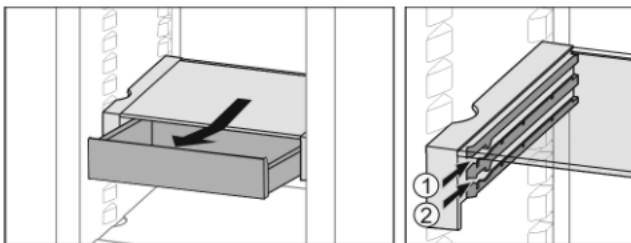

Fig. 38
- ▶ Inserire all'altezza desiderata Fig. 38 (1) o Fig. 38 (2).